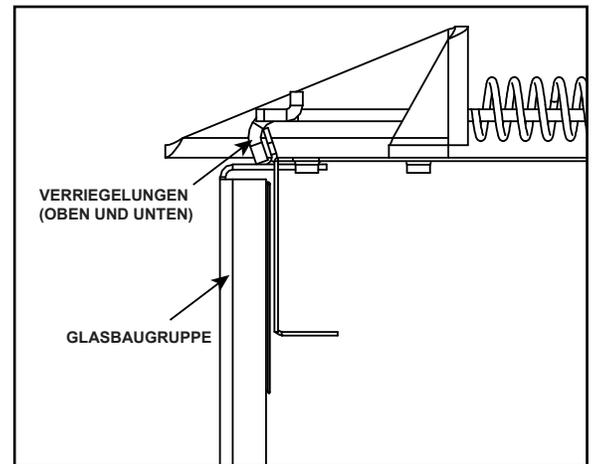

Abbildung 55. Glasbaugruppe
- Entfernen Sie die Glastür vom Gerät (Abbildung 55).